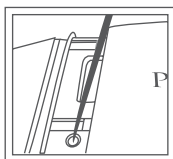

Рис. 1.12
5. С помощью остроконечного предмета (например, отвертки с наконечником размером 2 мм) нажмите и отпустите кнопку включения калибровки (рис. 1.12). Переход прибора в режим калибровки сопровождается звуковым сигналом. Все индикаторы (за исключением «Metal» (Металл) и «Low Batt» (Низкий заряд батареи)) загорятся в режиме бегущих огней. Теперь прибор готов к началу калибровки.